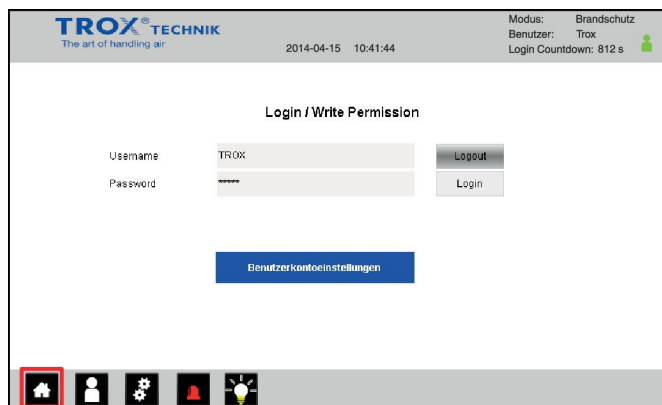

Abb. 18: Bildschirm Anlagenübersicht öffnen Variante 1
- ▶ Nach dem Anmelden die Schaltfläche ( Abb. 18 ) drücken.